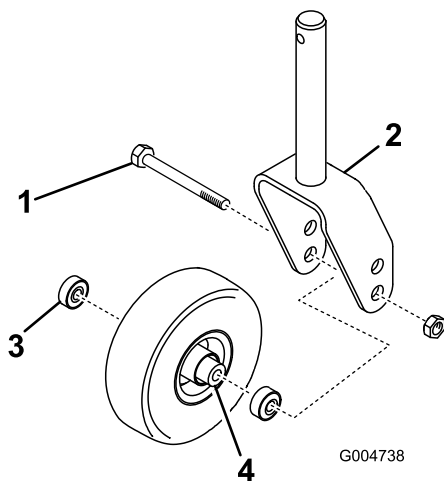

Рисунок 97
- Выверните контргайку с болта, удерживающего узел поворотного колеса между вилкой или рычагом поворотного колеса (Рисунок 97).
2. Захватите поворотное колесо и извлеките болт из вилки или поворотного рычага (Рисунок 97).
3. Извлеките подшипник из ступицы колеса и дайте выпасть распорной втулке подшипника (Рисунок 97).
4. Снимите подшипник с противоположной стороны ступицы колеса (Рисунок 97).